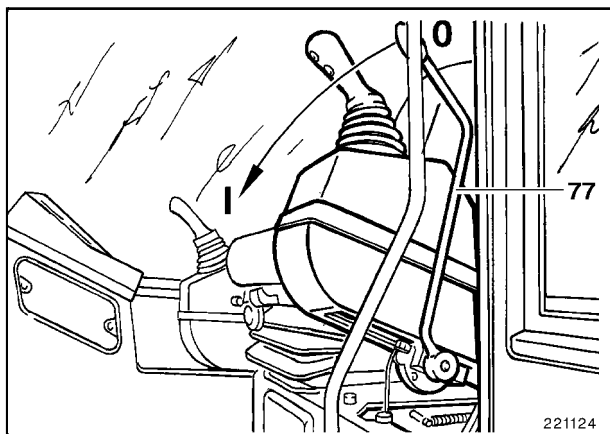

Fig. 7
- Poner (77, Fig. 7) la palanca en la posición **I**, apretar abajo al mismo tiempo la consola de mando izquierda, la consola enclavará en la posición inferior.